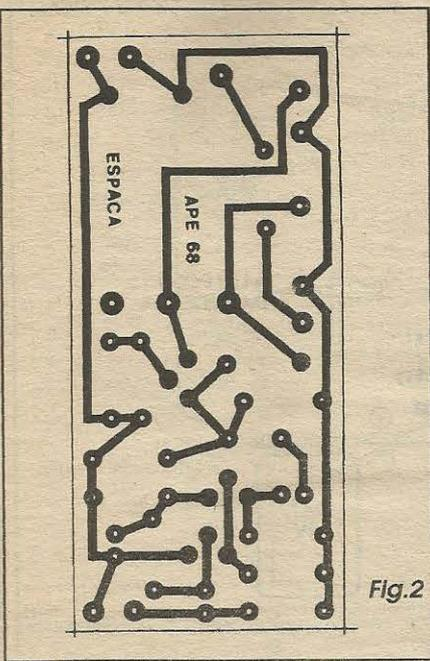

Fig. 2
**- FIG. 2 - LAY OUT DO CIRCUITO IMPRESSO ESPECÍFICO** - Com o componente mais *taludo* da montagem, que é a bobina, ficando *fora* da placa, as dimensões desta puderam manter-se em padrões mínimos, garantindo razoável compactação ao conjunto... O lado cobreado do impresso, com o padrão de ilhas e pistas em tamanho natural, é visto na figura, podendo ser diretamente *carbonado* sobre a face cobreada de um fenolite *virgem* nas conveniente dimensões, seguindo-se a traçagem, corrosão, limpeza, furação e nova limpeza, conforme é praxe...
Nas INSTRUÇÕES GERAIS PARA AS MONTAGNES (encarte permanente de APE...) os leitor/hobbysta novato encontra importantes dicas e orientações quando à confecção e uso de circuitos impressos, para o melhor aproveitamento das vantagens dessa técnica de montagem... O fundamental é não esquecer de - ao final da confecção da placa - conferi-la com bastante atenção e cuidado, usando como gabarito o diagrama da FIG. 2, apenas iniciando as inserções e soldagens depois de obter a certeza de que tudo está rigorosamente nos conformes...